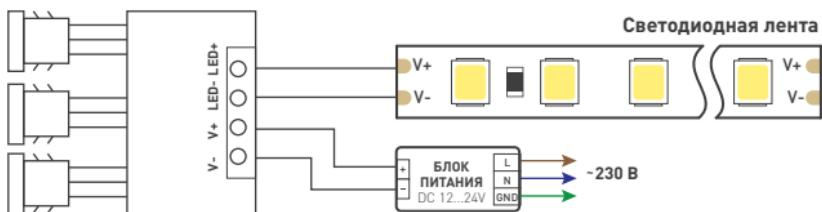

Рисунок 3. Схема подключения датчика SR-PRIME
- 3.3. Соблюдая полярность, подключите светодиодную ленту к выходу датчика [рис. 3].
- 3.4. Соблюдая полярность, подключите источник питания к входу датчика [рис. 3].